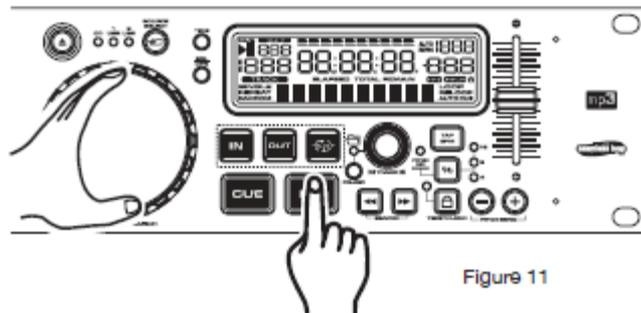

Figure 11
Cette fonctionnalité vous permet de faire défiler une à une les frames d'une piste, vous permettant de trouver et définir un point de départ de Cue, sample ou boucle. Pour utiliser la fonction de navigation, vous devez d'abord vous mettre en Mode Pause ou Cue. Une fois en mode Pause ou Cue, utilisez le bout de votre doigt ou de votre main afin de tourner la *JOG wheel*(18) et parcourir la piste (figure 11). Tourner la molette dans le sens des aiguilles d'une montre fera avancer la recherche de frame et la tourner dans le sens inverse des aiguilles d'une montre la rembobinera. Quand vous utilisez la *JOG wheel*(18), le moniteur (niveau dans le casque) de votre table de mixage vous permet d'écouter les étapes de votre lecture rapide. Une fois atteint votre point de départ désiré, vous pouvez définir un point de Cue (point de départ) en appuyant sur le bouton LECTURE/PAUSE (15) comme indiqué sur la figure 11. Appuyer sur le bouton CUE (16) va vous faire revenir sur le point que vous venez de définir.